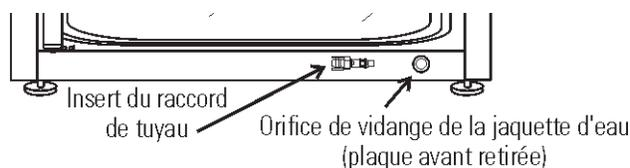

Figure 5-8. Orifice de vidange de la jaquette d'eau et insert du tuyau cannelé
5. Lorsque la jaquette d'eau est vide, retirez l'insert et fixez-le à l'avant de l'unité. Reportez-vous aux Figures 5-8 et 5-9.